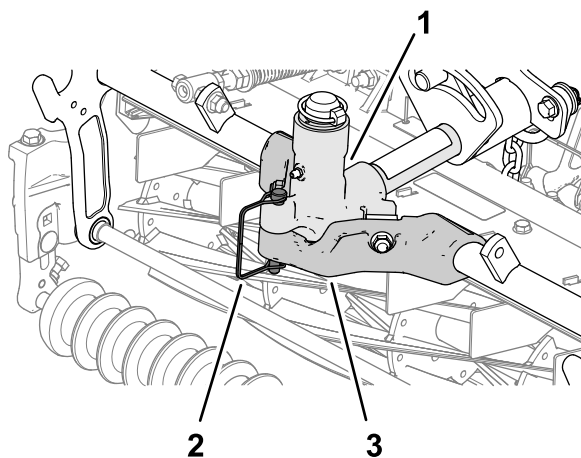

Figura 54
- Fije el bastidor de tiro de la unidad de corte a la horquilla de pivote con el pasador de alambre, tal y como se muestra en la Figura 54.